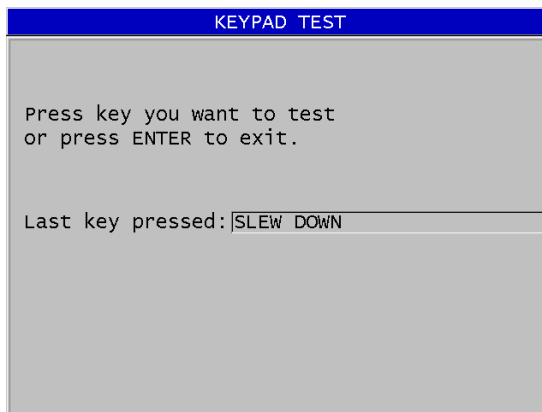

図 15-2 キーパッドテスト画面
4. キーパッドテストが選択されているときは、キーパッドテスト画面で以下の操作を行います (290 ページの図 15-2 参照)。